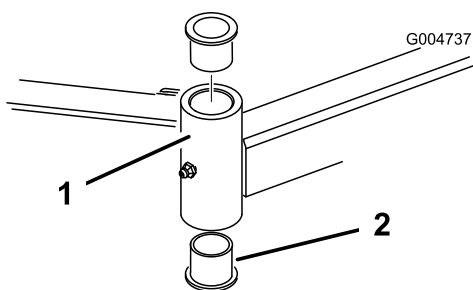

Figura 108
4. Inserte un botador fino en la parte superior o inferior del tubo de montaje y dé golpes hasta que salga el casquillo del tubo (Figura 108).